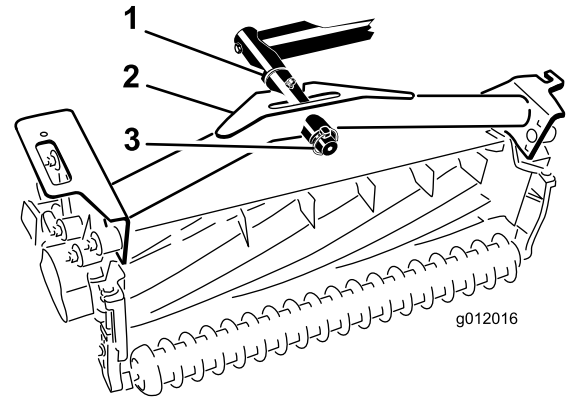

Bild 21
- Schieben Sie den Trägersrahmen des Mähwerks auf die Gelenkstange und befestigen Sie mit einem Klapstecker (Bild 21).